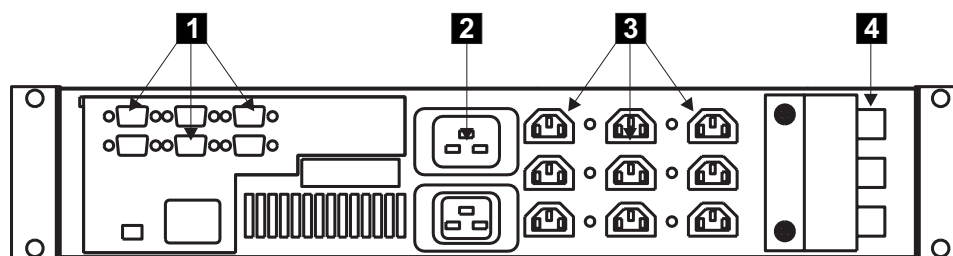

図 255. 2145 UPS のコネクタおよび回路ブレーカー
2. 2145 UPS (図 255) の背面の SAN ボリューム・コントローラーの電源ケーブル **3** を切り離します。
3. シグナル・ケーブル (図 255 の **1**) を取り外します。
4. 主電源ケーブル (図 255 の **2**) を切り離します。